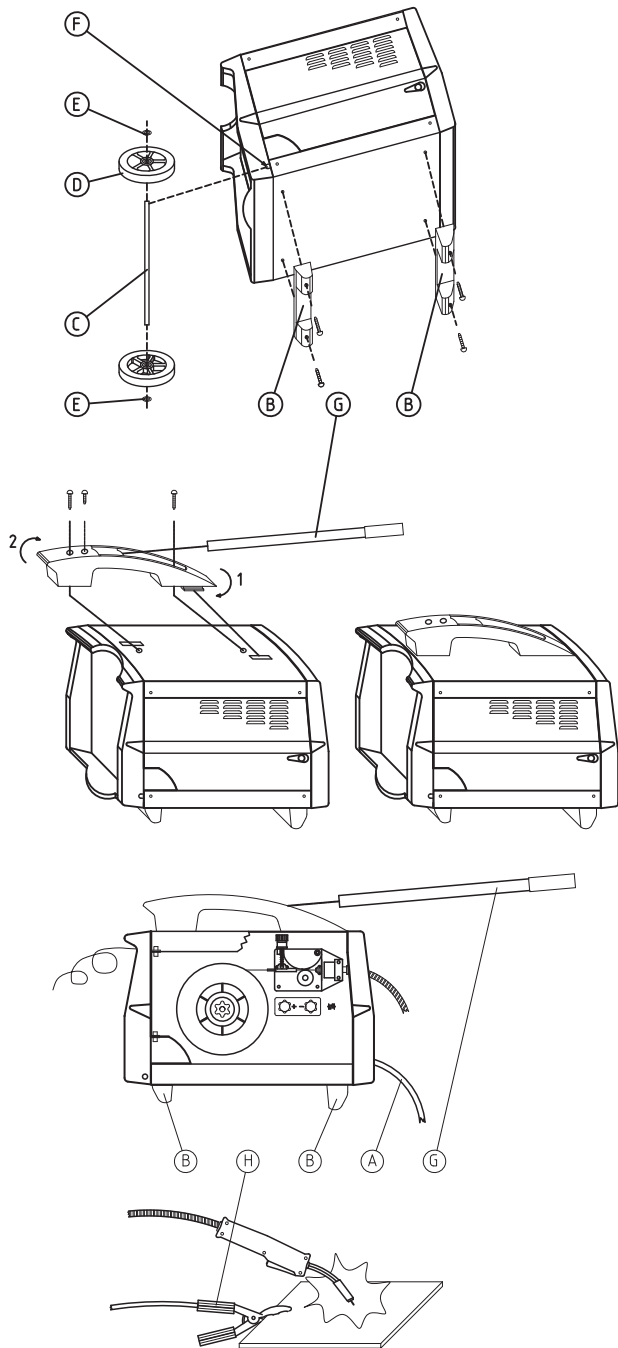

Fig.1
- Incliner avec prudence le poste de soudage d'un côté et fixer les deux pieds en plastique (B) (avant et arrière) à la partie basse de la machine en utilisant les quatre vis en dotation. Pour le modèle sur roues, enlever avec un outil la pellicule (F) qui ferme le logement de l'axe et faire coulisser l'axe (C) à travers les deux trous. Fixer ensuite les deux roues (D) aux extrémités de l'axe. Assurer les roues en position en fixant doucement les rondelles (E) de support aux extrémités de l'axe. Placer la machine en position verticale et introduire l'extension de la poignée (G) dans la partie avant de la poignée pour le transport en la fixant par la vis en dotation (v. Fig. 1).
- Pour l'assemblage de la poignée en plastique, suivre les instructions de la figure 1.